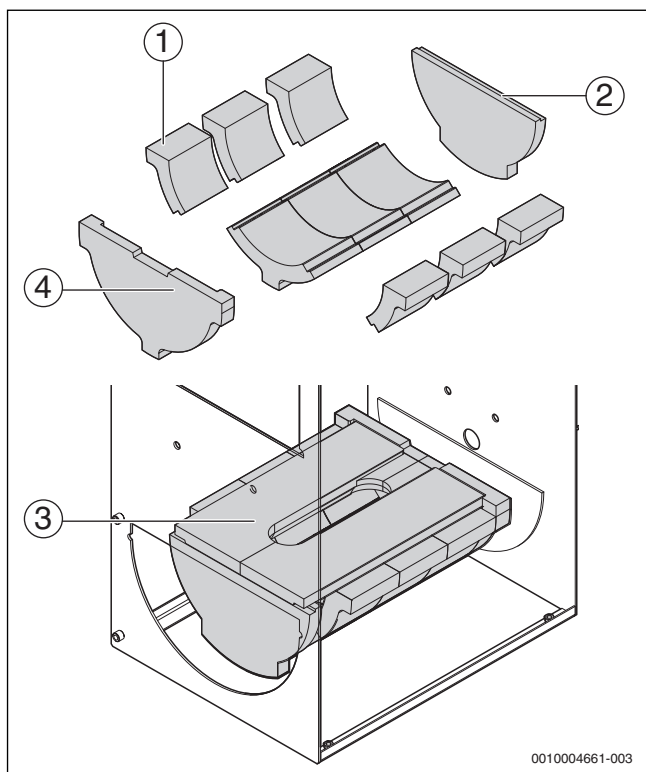
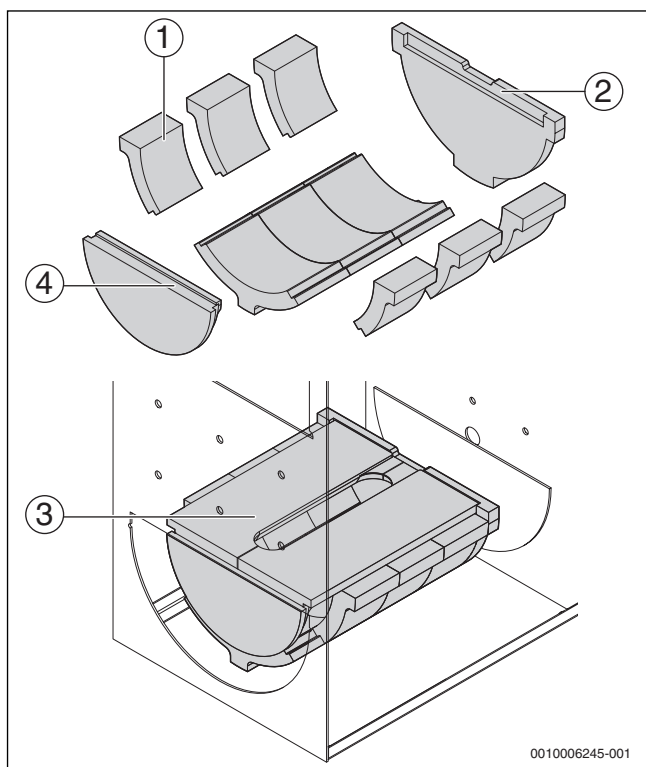
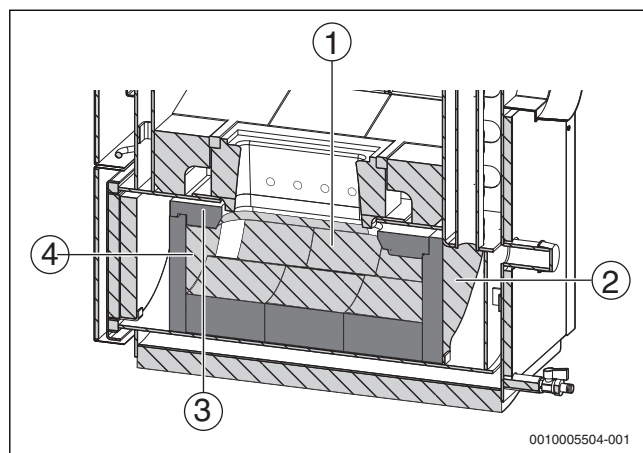
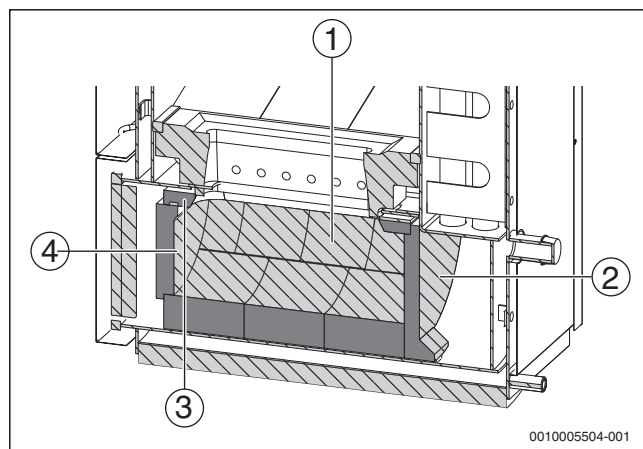

Рис. 41 Расположение камней в топочной камере котлов мощностью 20 и 30 кВт
Рис. 42 Расположение камней в топочной камере котлов мощностью 40 и 49,5 кВт
Рис. 43 Смонтированные камни в топочной камере котлов мощностью 20 и 30 кВт
Рис. 44 Смонтированные камни в топочной камере котлов мощностью 40 и 49,5 кВт
- ▶ Уложите камни на прежнее место (→ рис. 41, стр. 40).
**Пояснения к рис. 41, рис. 42, рис. 43 и рис. 44:**